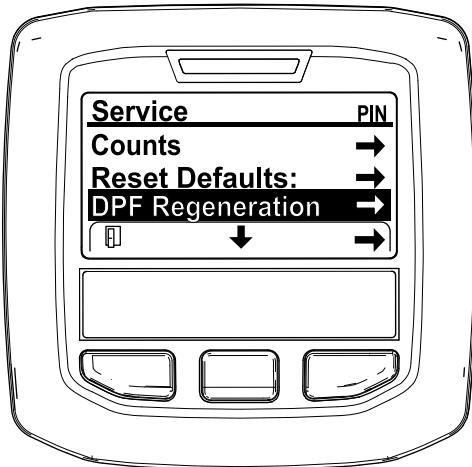

図 50
- 整備メニュー SERVICE MENU で、中央ボタンを押して DPF 再生 DPF REGENERATION へ移動し、右ボタンで DPF 再生 DPF REGENERATION を選択する 図 50。